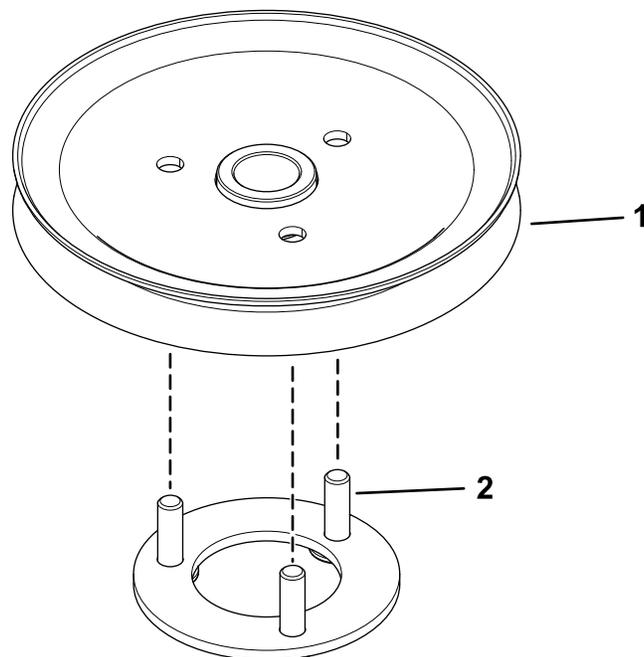

Figure 7
2. Insérez les goujons du plateau de support de la poulie dans les trous de la roue à gorge (Figure 7).